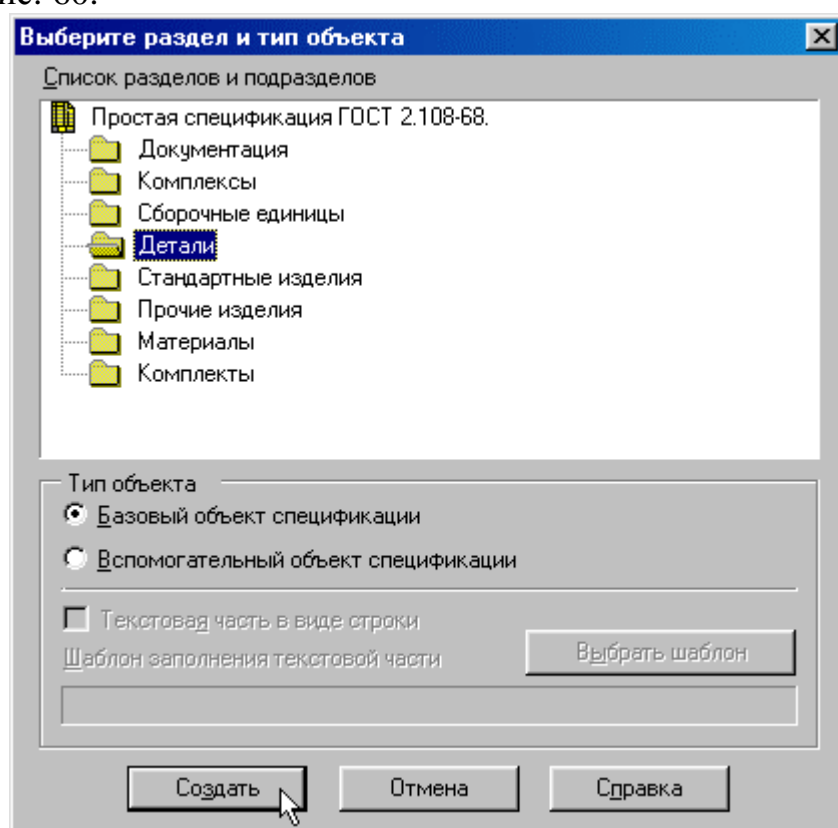

Рис. 60
- 2) Выполните команду *Спецификация – Добавить объект* (или из контекстного меню). В диалоговом окне *Выберите раздел и тип объекта* щелкните на разделе *Детали* и нажмите кнопку *Создать*, рис. 60.